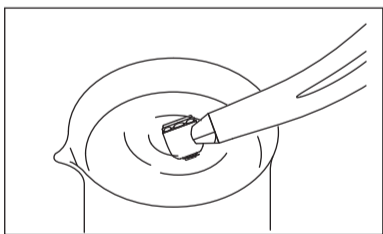

図2
- 3)ハンドピースを回転させ、そのままきれいな水の中にヘッド半分が隠れるくらいまで入れます。(図2)